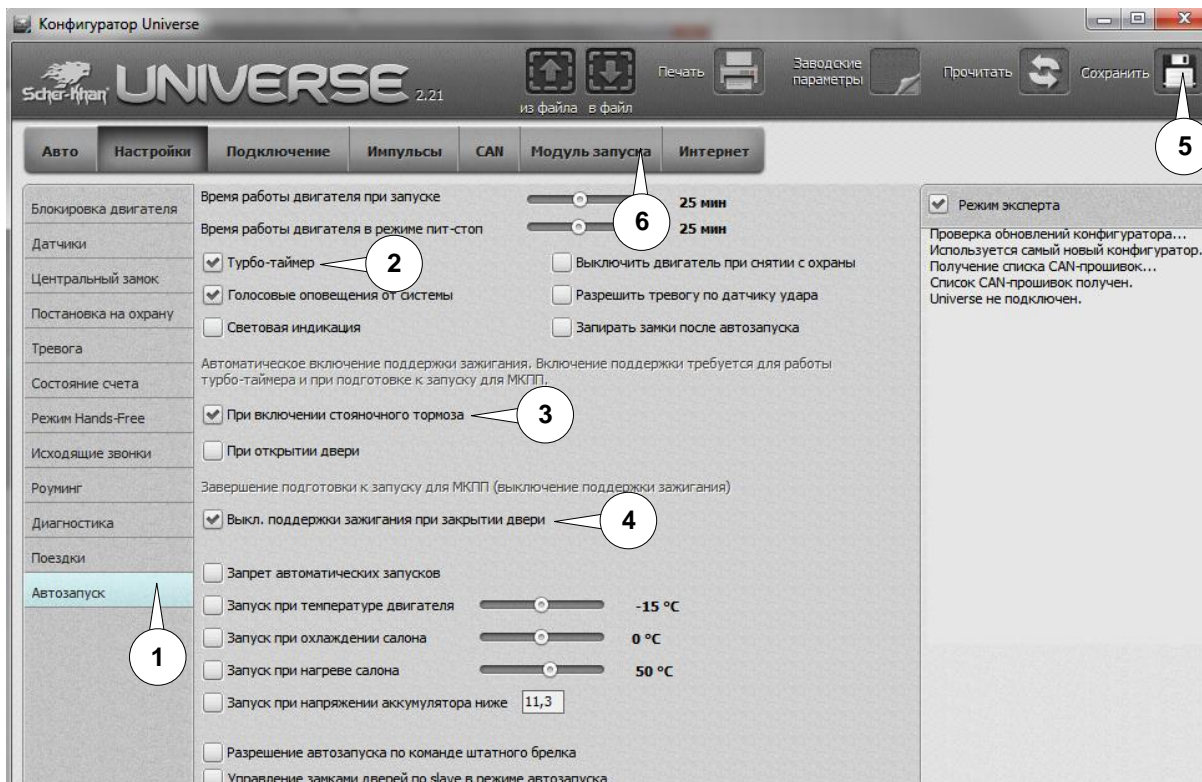

Рис. 7:
- вкладке **«Настройки»** (1) выбираем вкладку **«Центральный замок»** (2);
- назначаем **«Действие по удержанию кнопки "#" командера»** как **«Управление автозапуском»** (3) (необходимо для проверки работоспособности автоматического запуска после установки системы на автомобиль);
- затем нажимаем кнопку **«Сохранить»** (4);
- переходим на вкладку **«Автозапуск»** (5) (см. рис. 7);